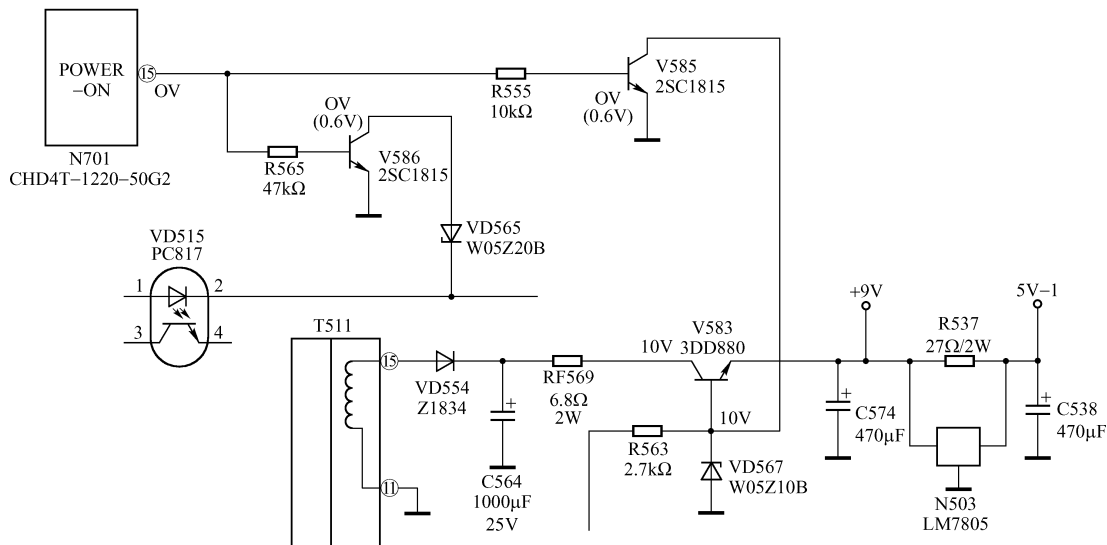

图 5-9 长虹 H2186W 机型中待机控制电路原理图
长虹 H2186W 机型中 N701 的⑮脚电路也是用于开关机控制, 其外部接口电路与日野彩电主板中的待机控制电路有较大不同, 主要是控制自动稳压环路和+9V、+5V-1 电压输出, 电路原理图如图 5-9 所示。其中, V585、V586 为待机控制管, 在 N701⑮脚控制下, 分别控制 VD515 和 V583。在正常工作时, VD515 和 V586 不受控制, 开关稳压电源正常输出。当二次关机时, N701⑮脚输出高电平, V585 和 V586 同时导通 V583 截止, +9V、5V-1 无输出; V586 导通, VD565 接入电路, 将 VD515②脚电平钳位, 开关稳压电源工作在间歇振荡的低频状态 (约为 20kHz), +B 输出电压下降到正常值的 1/3